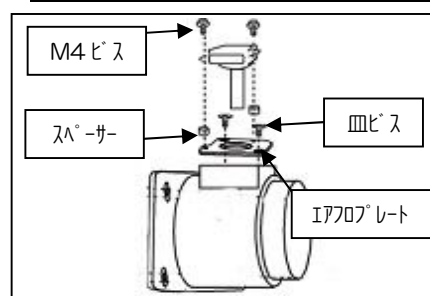

図 5
①図 5 を参考にエアフロアダプター、エアフロプレートを組み立てます。